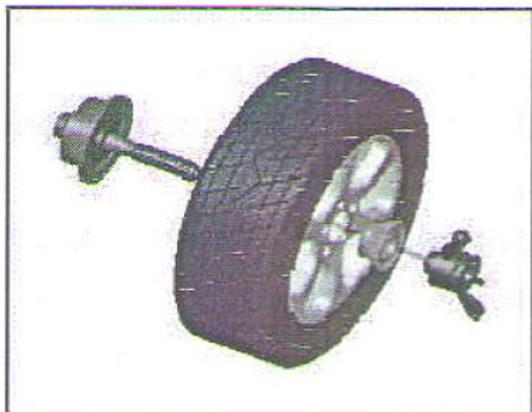

Рис. 6-1
6.2.2.1 Внешнее крепление (см. рис. 6-1)